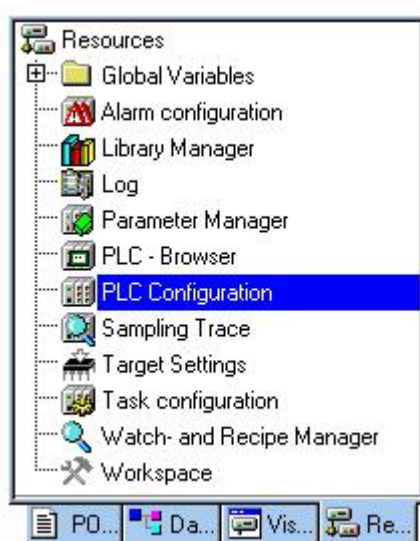

Рис. 1.1
1. Запустите CoDeSys, создайте новый проект или откройте существующий. Зайдите на вкладку *Resources* и выберите пункт *PLC Configuration* (Рис. 1.1).